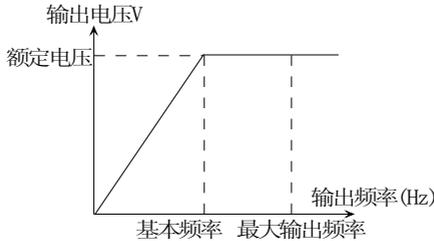

图 5-0-1 输出频率与输出电压关系图
- ◆ 基本频率 F_{BASE} ：当变频器的输出电压等于额定电压 U_N 时的最小输出频率，用来作为调节频率的基准。通常以电机额定频率作为基本频率的设定值。本系列变频器，基本频率 F_{BASE} 可调范围为0.10~650.0Hz。在通常运用的情况下，应按电机的额定频率选择 F_{BASE} 。在特殊运用的场合，可按使用要求设定，但此时必须特别注意与负载电机的V/F特性的配合及电机的出力要求，如图5-0-1输出频率与输出电压关系图所示。